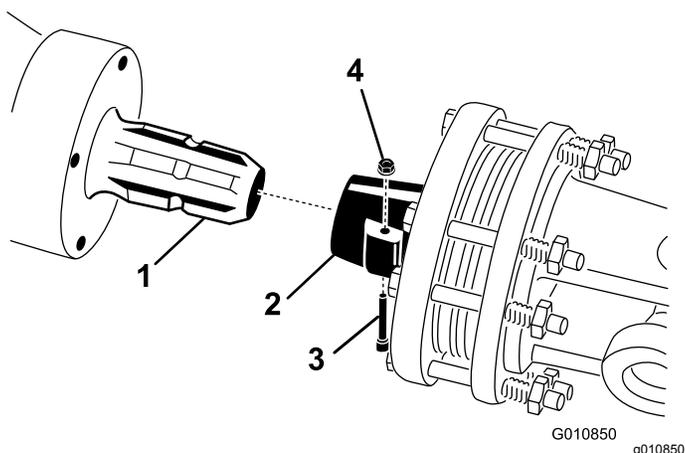

Рисунок 23
1. Снимите с вала отбора мощности штифт и гайку (Рисунок 23).
2. Подсоедините конец муфты вала отбора мощности к первичному валу редуктора аэратора с помощью снятых ранее штифта и гайки (Рисунок 23). Штифт можно вставить только одним способом.